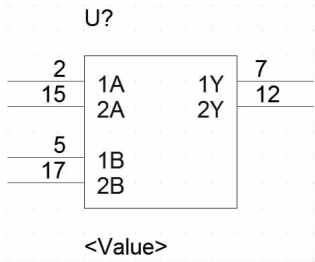

图 2-29 设置完成的元件
5. 使用同样的方法，所有引脚属性全部设定完成后如图 2-29 所示。这样就建好了一个库元件 55453/LCC。在绘制电路原理图时，只需要将该元件所在的库文件打开，就可以随时取用该元件了。